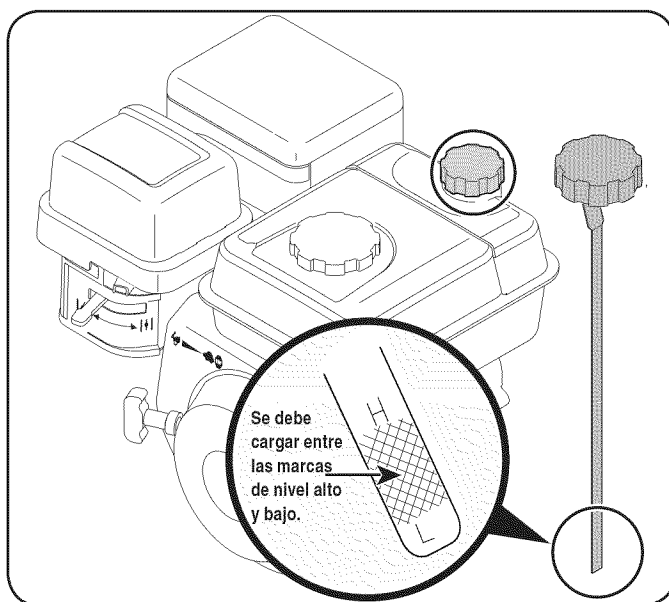

Figura 5
1. Retire el tapón de llenado de aceite/la varilla de medición y limpie la varilla de medición de aceite. Vea la Figura 5.